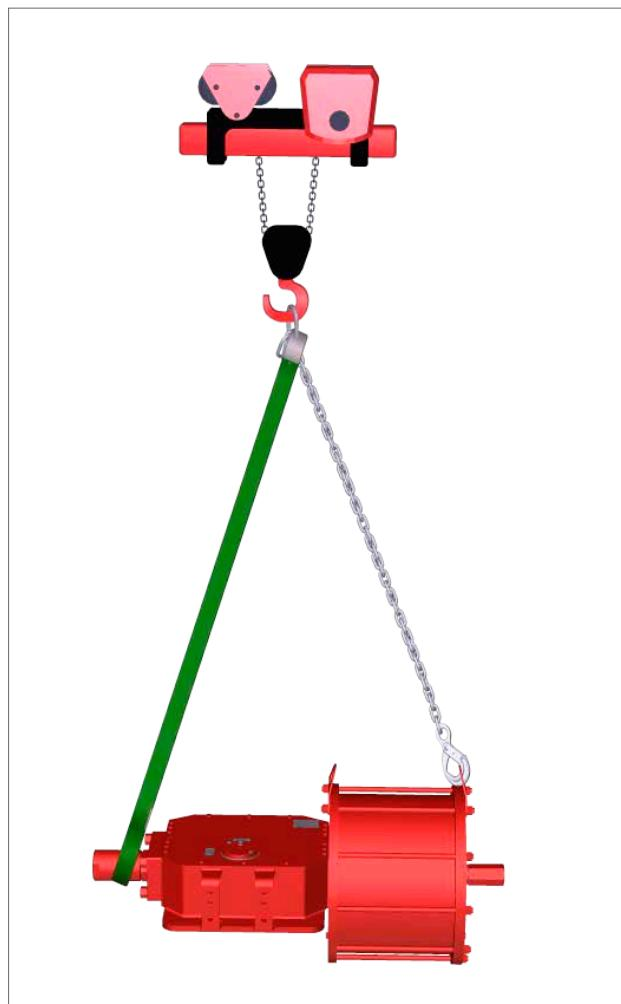

Рис. 7.2 Подъём (привода одностороннего действия до размера 161)
- Привод двустороннего действия, зацепить стропу с двойной цепью за подъемную проушину на пневматическом цилиндре и текстильную стропу за фланец закрытия центрального корпуса, как показано на Рис. 7.2.